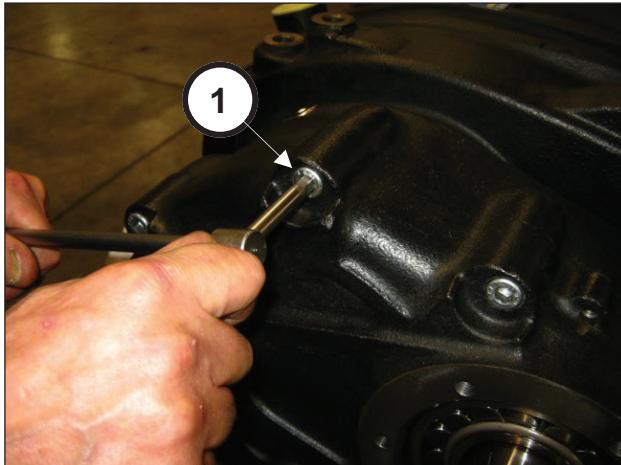

Fig. 6
Svitare le viti di fissaggio del coperchio riduttore (pos. ①, Fig. 6).